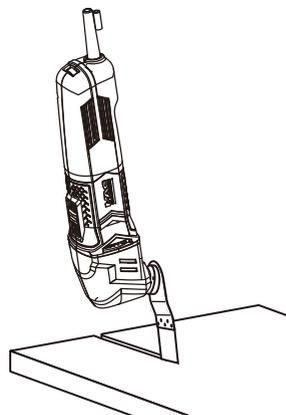

Fig. 18
- > Cuando utilice la hoja de sierra de inmersión (8), levante la hoja de sierra/producto de la pieza de trabajo y repita los pasos de corte mencionados anteriormente (Fig. 18).
- > Cuando utilice la hoja de sierra segmentada (9) o la hoja de corte de diamante (10), aplique una ligera presión en la dirección de corte y mueva el producto hacia delante a lo largo del marcado a velocidad constante